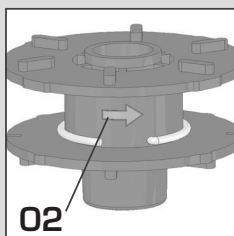

Fig. 12
Enrole o fio no sentido indicado pela seta do carretel (2) [Fig. 12] o mais uniforme possível, obedecendo a metragem máxima recomendada de 8 metros.